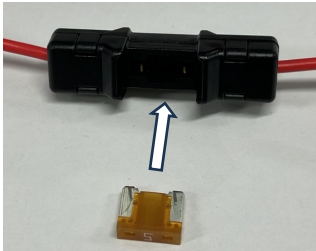

図 3
- ③ ヒューズ交換をする際は、奥まで確実に挿入してください。(図 3)